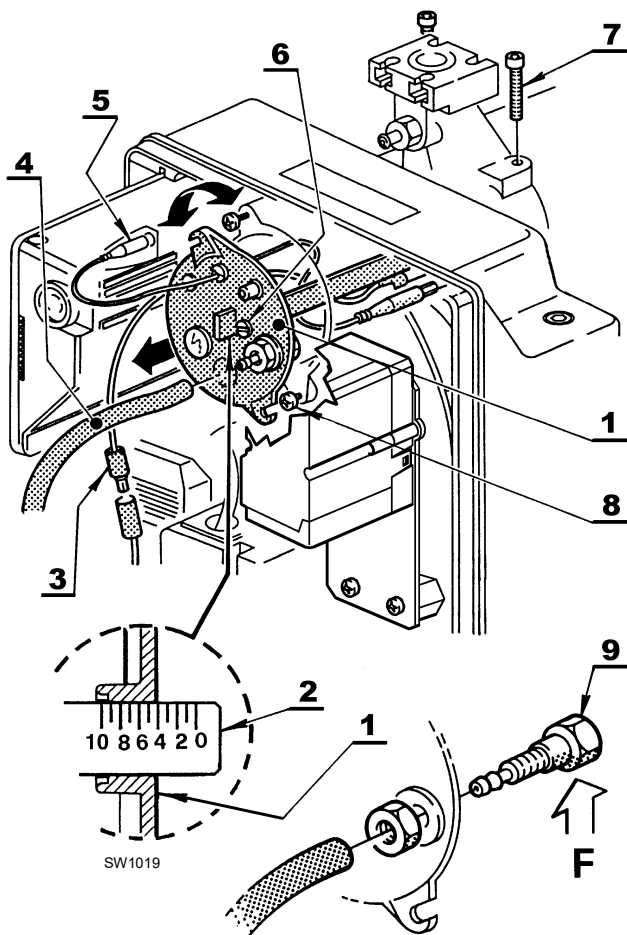

Abb. 11
Die Einstellung ist je nach Brennerdurchsatz verschieden. Zum Einstellen die Stellschraube 6(Abb. 11) so weit im oder gegen den Uhrzeigersinn drehen, bis die am Stellbügel markierte Kerbe 2)(Abb. 11) mit der Außenfläche des Kopfblocks 1)(Abb. 11) übereinstimmt.
Für die Entnahme des Kopfblocks (Abb. 11) wie folgt vorgehen:
Es wird empfohlen die Lage Stellbügel-Kniestück 2)(Abb. 11) beim Ausbau nicht zu verändern.
Für den Wiedereinbau die obigen Angaben in umgekehrter Weise ausführen und den Kopfblock 1)(Abb. 11) wieder an seinem ursprünglichen Platz anbringen.
Die Schrauben 7)(Abb. 11) bis zum Anschlag eindrehen, aber nicht festziehen; Die Schrauben mit einem Anzugsmoment von 3 - 4 Nm festziehen.
Sollte sich die Druckentnahmestelle 11)(Abb. 11) unbeabsichtigt lockern, wird empfohlen die richtige Befestigung zu überprüfen, also sicherzustellen, dass das Bohrloch (F)(Abb. 11), das sich im Kopfblock 1)(Abb. 11) befindet, nach unten zeigt.